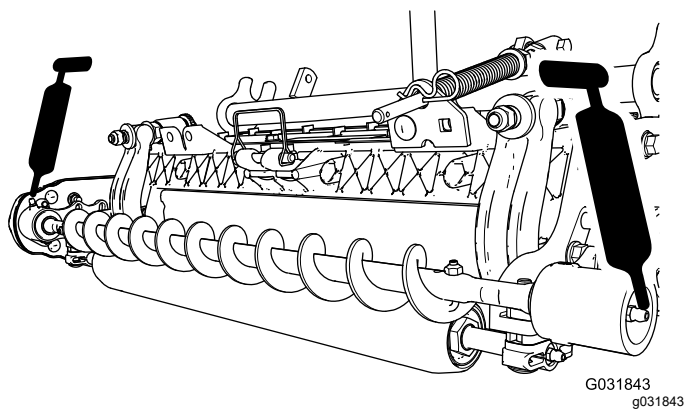

图 20
3. 用 2 号通用型锂基润滑脂润滑每个滚筒刷轴承座上的黄油嘴 **图 20**。